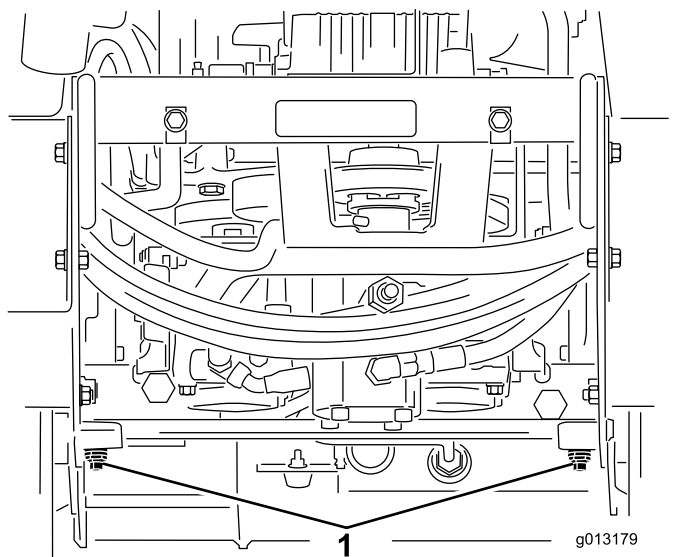

Figura 20
4. Usando una llave inglesa, gire las válvulas de remolcado de las bombas hidráulicas dos vueltas en el sentido contrario a las agujas del reloj (Figura 20).